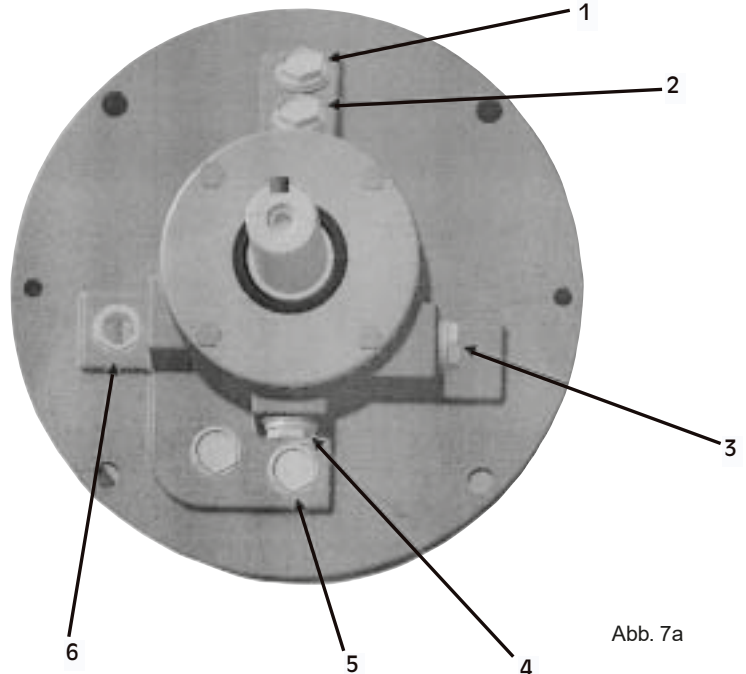

Abb. 7a
Überprüfen Sie den Ölpegel der Dichtung und der Lager an den Anzeigen an der Halterung (Abb. 7a).
- Das Dichtungsöl ablassen, indem der Stopfen 5 abgeschraubt wird (Abb. 7a)
- Lösen Sie die Schrauben (47) und entfernen Sie die rotierende Baugruppe, bestehend aus Lüfterrad (03), Motorhalterung (19), Träger (06) und Welle (07)
- Das Lüfterrad (03) verriegeln, die Schraube (33) herausdrehen und den Spinner (66) bei den Serien ST-R2, R3 und R8 entfernen; bei ST-R4 und R6 die Membranfeder (33.1) entfernen.
- Entfernen Sie das Lüfterrad (03) wie in Abschnitt 13.2 beschrieben
- Die Schrauben (57.1) des Motorhalters (19) herausdrehen
- Die Schrauben (47) des Halters (06) herausdrehen
- Entfernen Sie den Bügel (06) mit Laufrad und Motorhalterung vom Pumpengehäuse (01)
- Lassen Sie das Öl der Dichtung durch Lösen der Stopfen 4 und 5 ab (Abb. 7a)
- Die Schrauben (47) der Halterung (06) lösen
- Die Halterung (06) mit Läufer und Motorhalterung vom Pumpenkörper (01) abziehen
- Den Läufer (03) wie in Abschnitt 13.2 beschrieben entfernen
- Die Dichtung (25) wie in Abschnitt 13.6 beschrieben entfernen
- Die Lagerabdeckung (08) entfernen
- Die Welle (07) mit den Lagern (58) und (59) herausziehen